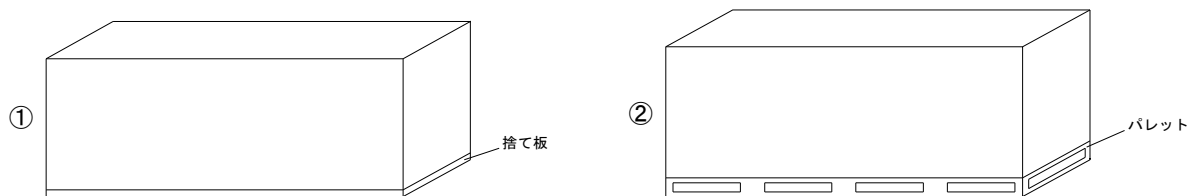

図1 タイガーEXボード保管概略図
- ・タイガーEXボードなどの保管は、波打ちや反りを防止するため高さのそろった台上にボードの縁が台からはみ出ないようにしてください（図1参照）。また、各山の一番上のボードは裏面を上面とし、タイガーEXボードを屋外で保管する場合は、必ずパレット積みとしてください。